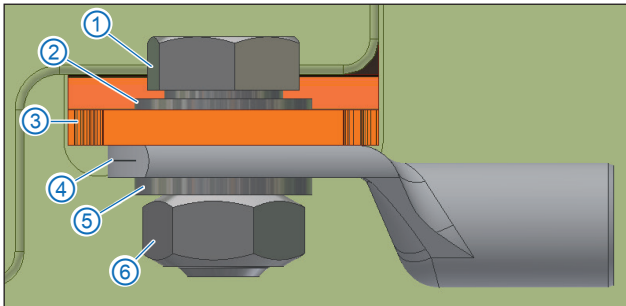

Abb. 5-11: Montierter Ringkabelschuh der Abschirmung HV-/HV+
Abb. 5-11 zeigt einen montierten Ringkabelschuh der Abschirmung HV- bzw. HV+. Für die Montage der Ringkabelschuhe werden eine Zahn- und eine Unterlegscheiben verwendet:
- ☞ M5-Mutter ⑥ abschrauben und Unterlegscheibe ⑤ von der M5-Schraube ① abnehmen.
- ☞ Den Ringkabelschuh ④ der Abschirmung HV- bzw. HV+ wie in Abb. 5-11 dargestellt auf die M5-Schraube ① auflegen. Dabei darauf achten, dass die Unterseite des Ringkabelschuhs plan auf der Montagefläche der Kupferschiene ③ aufliegt.
- ☞ Unterlegscheibe ⑤ auf den Ringkabelschuh ④ auflegen.
- ☞ M5-Mutter ⑥ von Hand aufschrauben.
- ☞ Gabel- oder Ringschlüssel jeweils an M5-Schraube ① und -Mutter ⑥ ansetzen und die M5-Mutter mit dem vorgeschriebenen Drehmoment von 5 Nm festziehen (Tab. 5-2).